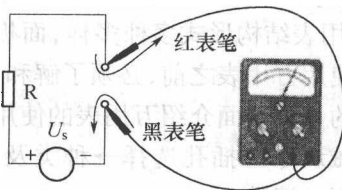

图 1-11 电流测量
(2) 电流测量。电流的测量电路如图 1-11 所示。万用表串入被测电路中,应尽量选择较大的电流量程,以降低万用表内阻,减小对被测电路的影响。测量过程中不能转换量程开关。测量大于 1A 的电流时设专用插口。